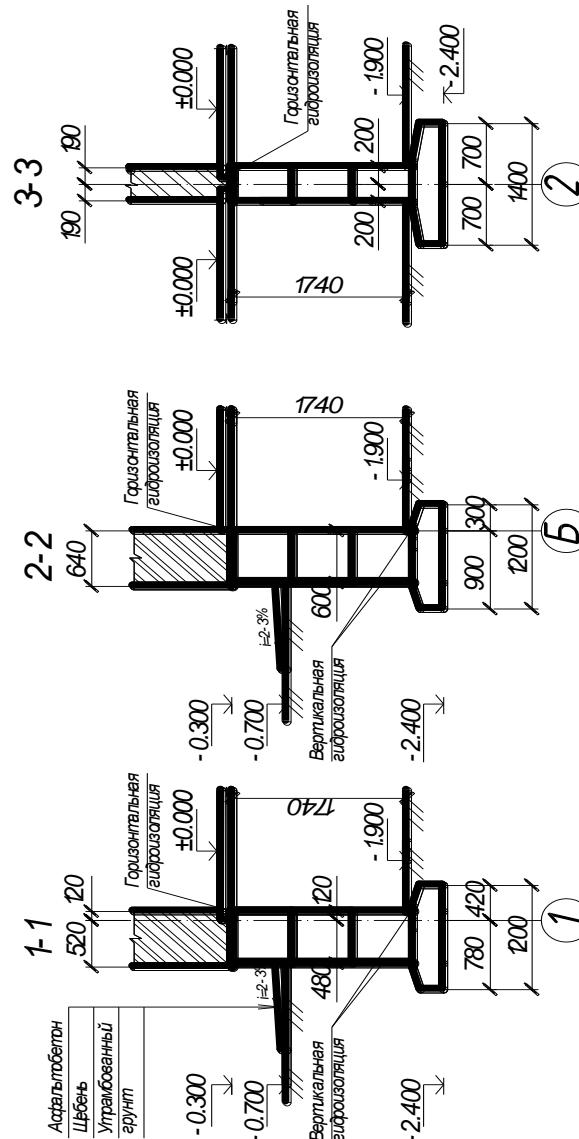

Рисунок 10 – Эскиз чертежа плана фундаментов
12. Оформить чертеж с учетом требований СПДС - все элементы, которые попадают в сечение обвести сплошной толстой линией, гидроизоляцию сплошной утолщенной, линию пола сплошной тонкой линией, рис.10.